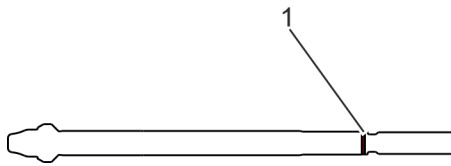

Abb. 27: O-Ring erneuern
15. O-Ring (Abb. 27/1) von der Spindel entfernen.